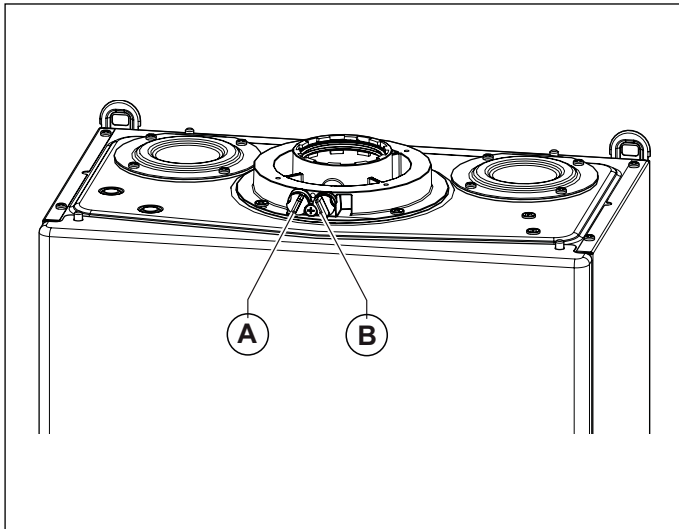
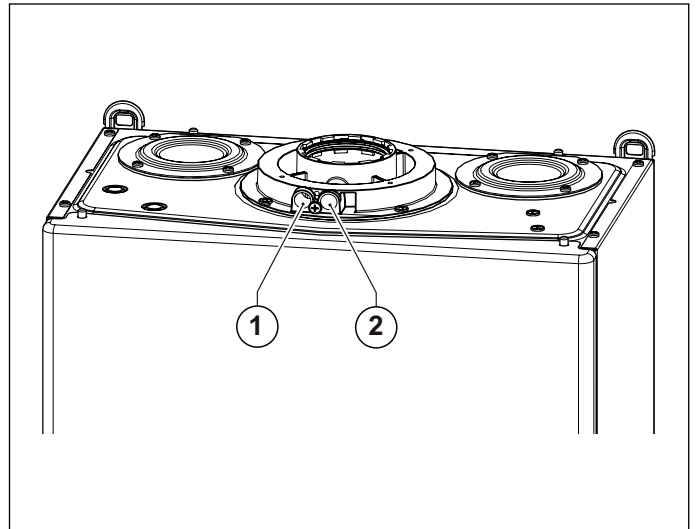

Рис. 17 Положення заглушок
Рис. 18 Положення отворів
На котлі є патрубок для підключення до системи забору повітря/димовідведення (дивись Рис. 17 Положення заглушок та Рис. 18 Положення отворів).
В патрубок передбачено два отвори для прямого доступу до повітря, що йде на згоряння, та до димових газів (дивись Рис. 18 Положення отворів).
Для проведення вимірів необхідно зняти заглушки **A** та **B** з отворів на патрубок (дивись Рис. 17 Положення заглушок).
- замір температури повітря що йде на горіння **1** (дивись Рис. 18 Положення отворів).
- замір температури димових газів та вмісту CO₂ в спеціальному отворі **2** (дивись Рис. 18 Положення отворів).